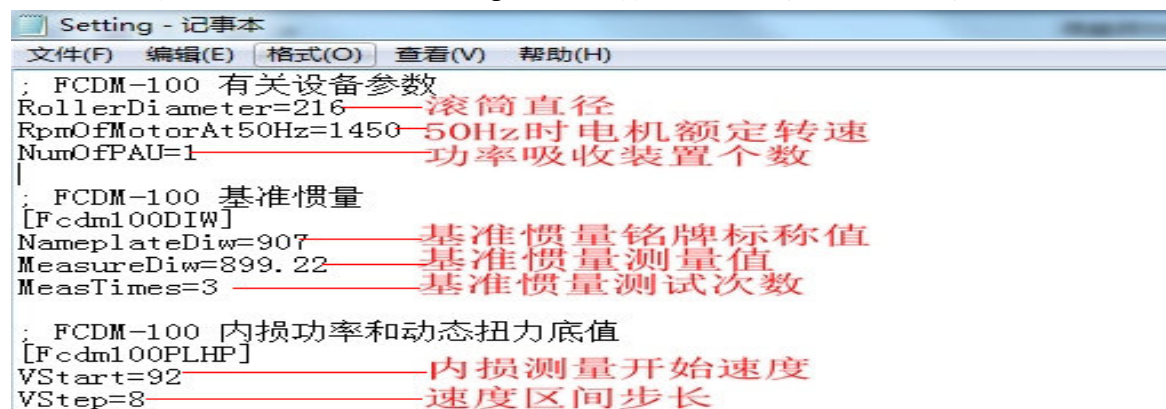

图 4.5 “Setting.ini”文件里相应参数设置
(2)、按表 4.1 所示对“Setting.ini”文件里相应参数进行设置(见图 4.5)。